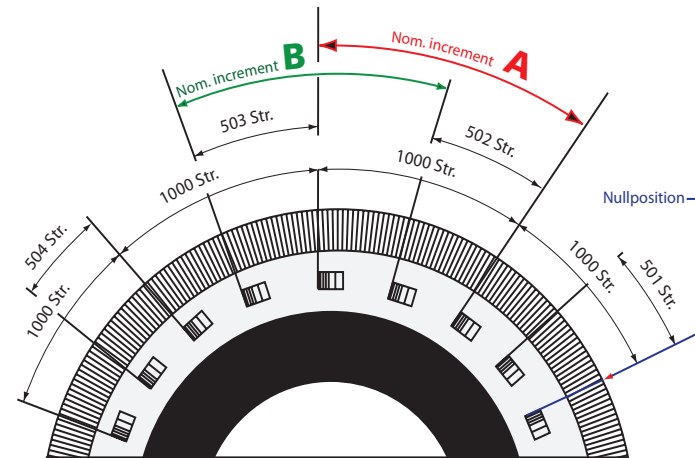

Bild 1.3 Schematische Darstellung einer Kreisteilung mit abstandscodierten Referenzmarken.
**Rotativer Geber (Bild 1.3):**